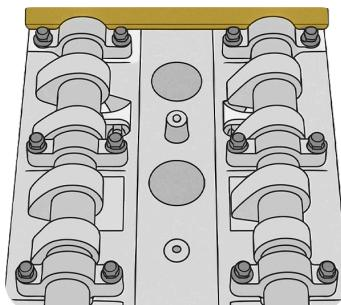

Abb.3
6. Kalibrierlehre für Steuerzeitscheibe am Sensorrad montieren (siehe Abb. 3).